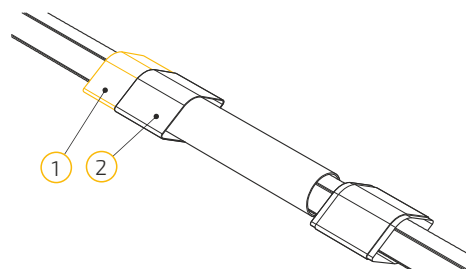

Рис. 4.8.6
6. Удалить упаковочную пленку 1 с внутренней поверхности термоусаживаемого рукава 2 (рис. 4.8.6).